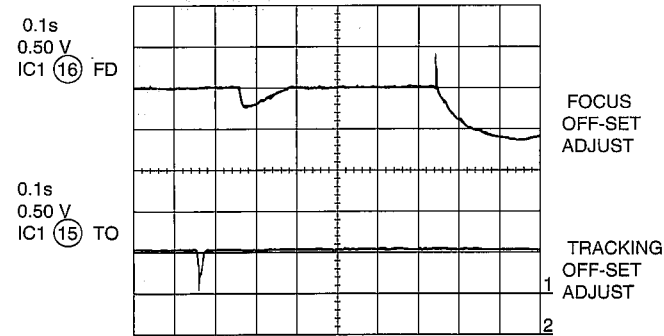

Figure 22-1
1. Focus offset (Fig. 22-1)
1. Fokusabweichung (Fig. 22-1)
1. décalage de focalisation (Fig. 22-1)